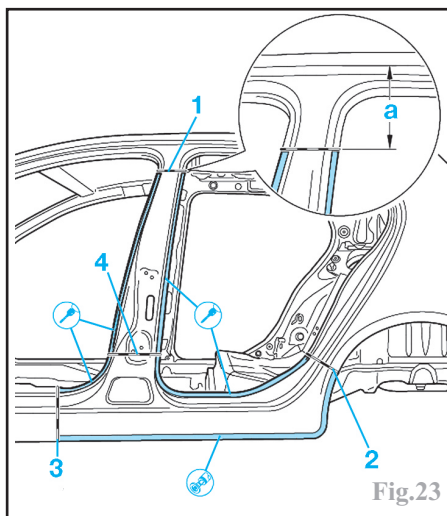

Fig.23
Effectuer la découpe (1) en prenant soin de ne pas endommager les renforts intérieurs (Fig.23)